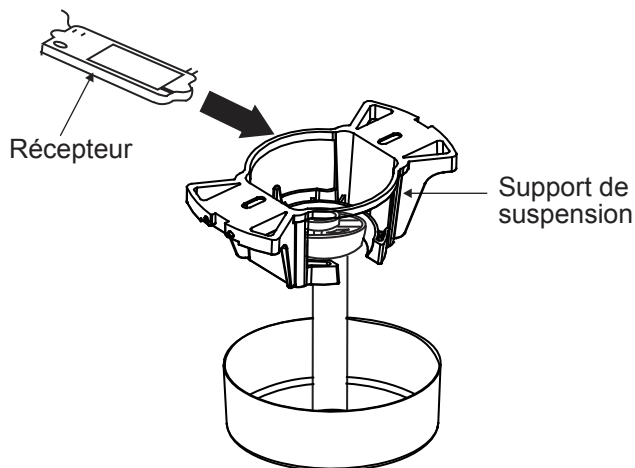

Fig. 14
Étape 1. Insérez le récepteur dans le support de montage au plafond avec le côté plat du récepteur faisant face au plafond. (Fig. 14)